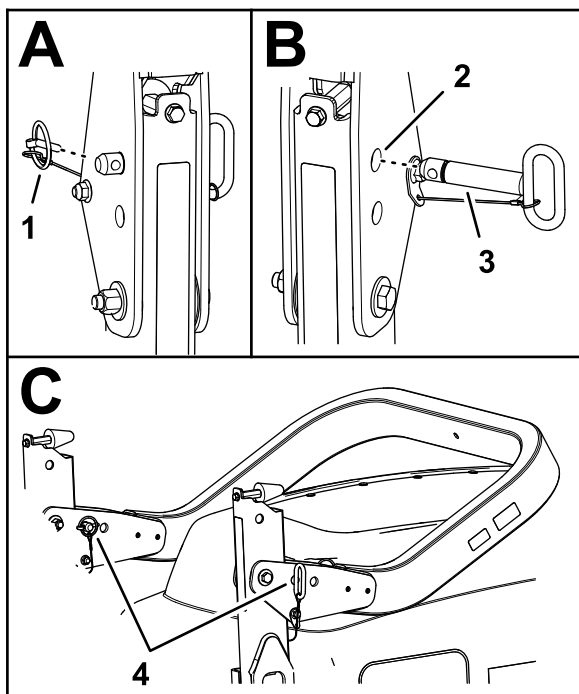

Figura 62
2. Îndepărtați tifturile de prindere care fixează tifturile barei antiruliu de pe fiecare latură a barei antiruliu (Figura 62).